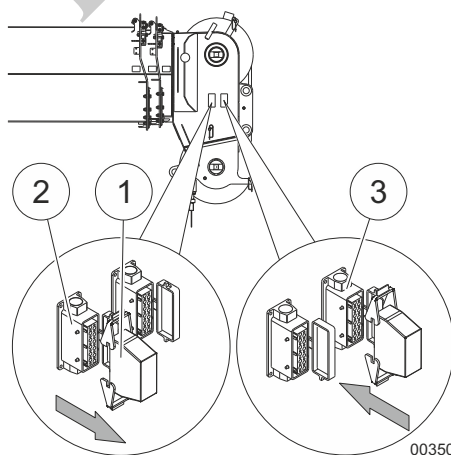

Fig. 139 Conexión del conector de anulación en la cabeza de la pluma telescópica
- 19 Retire el conector de anulación (1, Fig. 139) del receptáculo izquierdo (2, Fig. 139) en la cabeza de la pluma telescópica y conéctelo en el receptáculo derecho (3, Fig. 139).